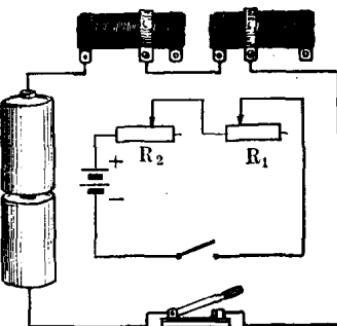

图 1-8
把两个（或更多的）用电器的两端依次连接成一串叫串联。图 1-8 是两个滑线变阻器（代表用电器）组成的串联电路， R_1 、 R_2 分别表示它们的电阻（导线的电阻很小，可以忽略不计）。
3. 串联电路的电阻：从图 1-8 可以看出，把导体串联，相当于导体的长度增加了。前面说过，导体越长，电阻越大。应用欧姆定律，不难得出：